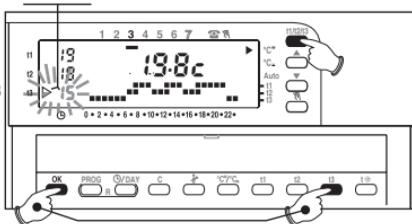

Abb. 33
**Innerhalb von 8 Sekunden** gleichzeitig die Tasten **t3** und **OK** drücken; die Anzeige **t3** und der eingestellte Wert blinken (Abb. 33), nach einigen Sekunden kehrt die Raumthermostatuhr in den Betrieb gemäß des eingestellten Programms zurück.